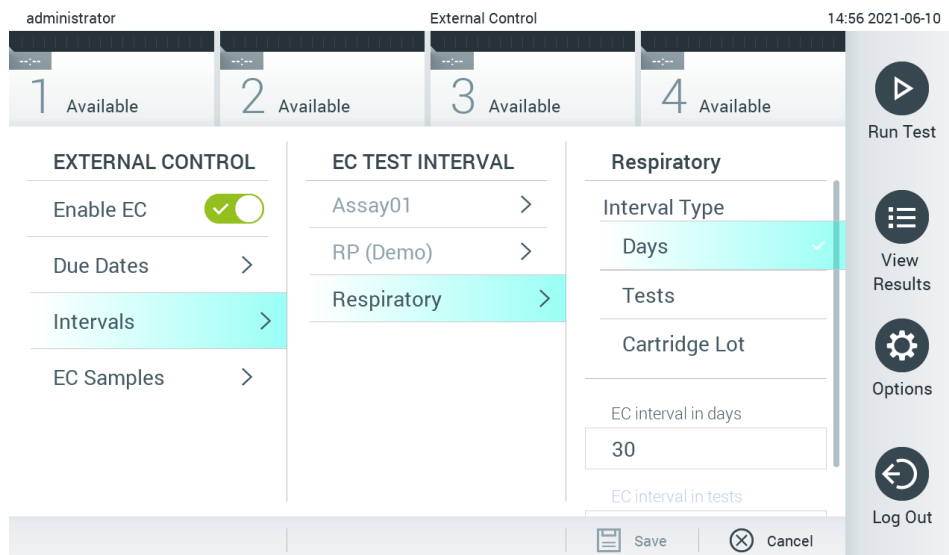

Figura 52. Tela External Control Intervals (Intervalos de controle externo).
4. Selecione **Intervals** (Intervalos) e depois um ensaio da lista para configurar o intervalo. Um lembrete é exibido para lembrar os usuários de que um teste de External Control (Controle externo) deve ser realizado para o ensaio selecionado se o intervalo tiver passado (Figura 52, página seguinte).